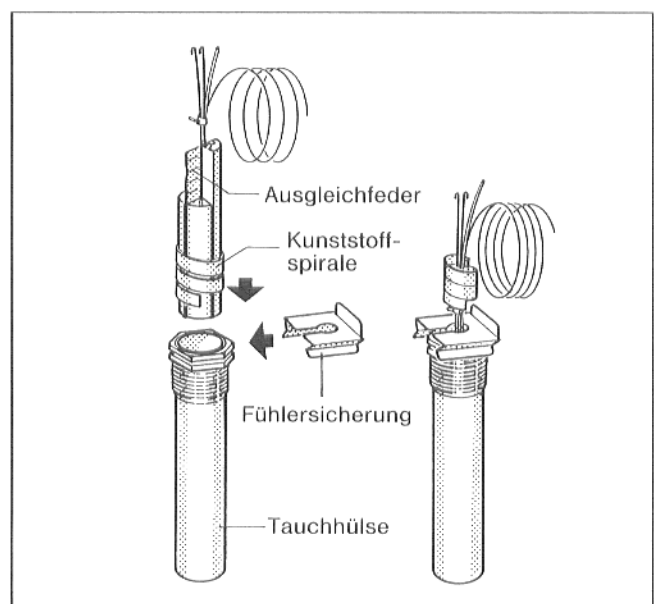

Abb. 10 – Prinzipabbildung
- Die Kunststoffspirale – zum Zusammenhalten der Fühler – schiebt sich beim Einstecken automatisch zurück (Abb. 10).
Um den Kontakt zwischen Tauchhülse und Fühlerflächen zu gewährleisten und somit eine sichere Temperaturübertragung herzustellen, muß die Ausgleichsfeder zwischen den Fühlern eingeschoben sein (Abb. 10).
- Fühlersicherung von der Seite oder von oben auf den Tauchhülsenkopf drücken (Abb. 10).